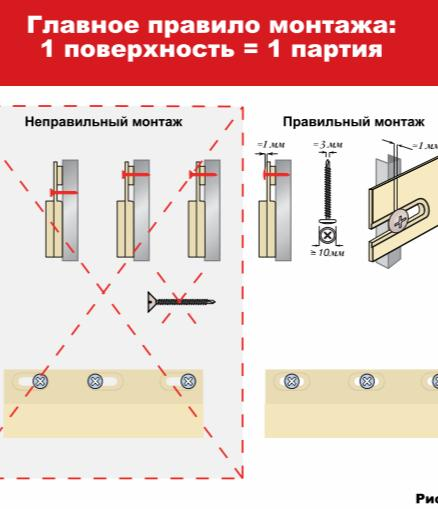

Рис. 2
- Установите нижнюю часть панели на стартовый профиль и закрепите её саморезами в гвоздевые отверстиях, руководствуясь рекомендациями (Рис. 2). Следующая панель устанавливается на стартовый профиль аналогично первой и заводится в первую панель до касания с термокомпенсаторами.
- Закрепите вторую панель на обрешётке, руководствуясь рекомендациями (Рис. 2).
- Закрепите фасадный J-профиль по аналогии с монтажом всех используемых элементов системы (Рис. 2). Для того, чтобы завести гантель в универсальный J-профиль, его достаточно отогнуть.